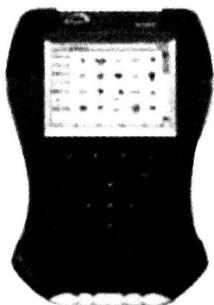

图1-1 KT600 故障诊断仪
2) 用故障诊断仪（见图1-1）读取发动机故障码及相关数据流，并将故障码填入表1-2中。